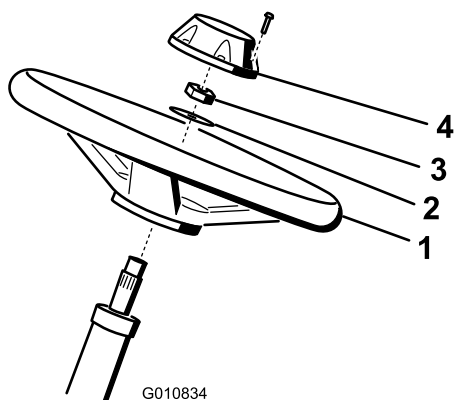

Figure 6
1. Glissez le volant sur l'arbre de direction (Figure 6).
2. Glissez la rondelle sur l'arbre de direction (Figure 6).
3. Fixez le volant sur l'arbre avec un contre-écrou serré à un couple de 27 à 35 N·m (20 à 26 pi-lb) (Figure 6).
4. Montez le couvre-moyeu sur le volant et fixez-le avec 6 boulons (Figure 6).